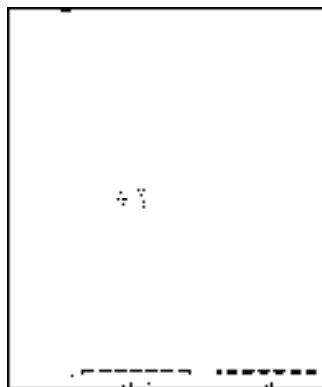

图 14-34 标注结果
2) 添加点取文字标注的插入位置，添加文字标注的结果如图 14-34 所示。